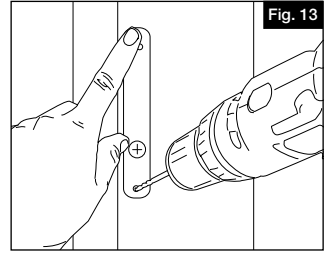

Fig. 13
- a. Una vez que se hayan instalado las bisagras y el portón esté alineado, coloque la plantilla del cerrojo a la altura deseada en el borde del poste más cercano al portón. Marque y taladre los agujeros con una broca de 5/8" (16 mm) para el agujero central y con una broca de 3/32" (2,4 mm) para los agujeros superior e inferior (Fig. 13).